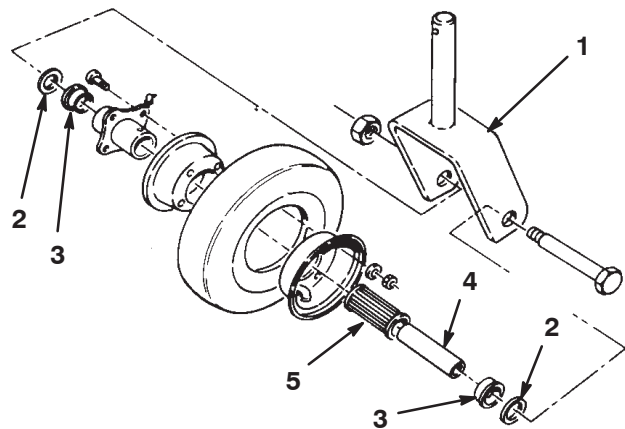

Figure 24
1. Enlevez le contre-écrou de la vis qui maintient l'ensemble roue pivotante entre les bras de la chape (Fig. 24). Maintenez la roue pivotante et enlevez la vis de la chape.
2. Inclinez la roue de côté pour faire sortir la douille pour clé (Fig. 24).
3. Enlevez une retenue de roulement du moyeu de la roue et faites sortir le roulement. Enlevez la retenue de roulement de l'autre côté du moyeu (Fig. 24).